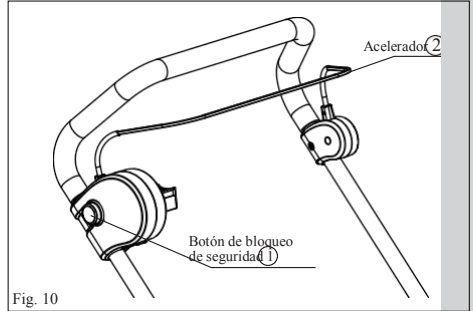
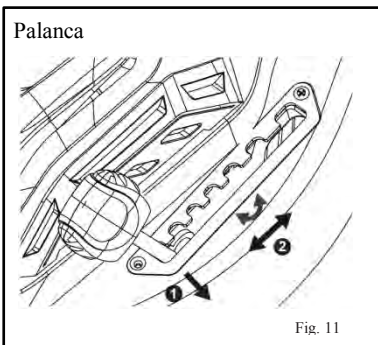

Fig. 10
Fig. 11
**NOTA:** Consulte Fig. 10, Fig. 11 y Fig. 12.
4. Introduzca un trozo de madera entre la cuchilla y la cubierta del cortacésped para evitar que la cuchilla gire (Consulte la Fig. 10).
6. Retire el perno de la cuchilla y la cuchilla (Consulte la Fig. 11).